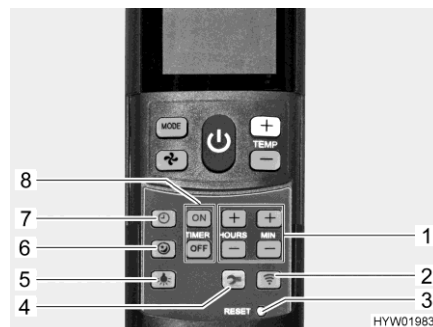

Fig. 188 Telecomando con tasti di impostazione (impianto di climatizzazione)
- Premere il tasto funzionamento silenzioso (Fig. 188,6). Durante il raffreddamento la ventola funzionerà ad un numero di giri inferiore, pertanto risulterà meno rumorosa.
- Premere il tasto ora (Fig. 188,7).
- Impostare le ore e i minuti con i tasti (Fig. 188,1).
- Premere il tasto "ON" (Fig. 188,8).
- Premere i tasti per l'impostazione degli orari (Fig. 188,1) fino a che non è stato raggiunto l'intervallo orario desiderato per l'accensione.
- Premere il tasto "OFF" (Fig. 188,8).
- Premere i tasti per l'impostazione degli orari (Fig. 188,1) fino a che non è stato raggiunto l'intervallo orario desiderato per lo spegnimento.
- Premere di nuovo il tasto "ON" o il tasto "OFF" (Fig. 188,8).
- Premere il tasto luce (Fig. 188,5). La luce viene accesa all'ultimo livello di regolazione impostato.
- Regolazione illuminazione:* ■ Premere e tenere premuto il tasto luce (Fig. 188,5), finché non si raggiunge la luminosità desiderata.
- Spegnimento illuminazione:* ■ Premere il tasto luce (Fig. 188,5).
- ▷ Il tasto Setup (Fig. 188,4) permette di collegare il telecomando all'impianto di climatizzazione al omento della prima messa in funzione.